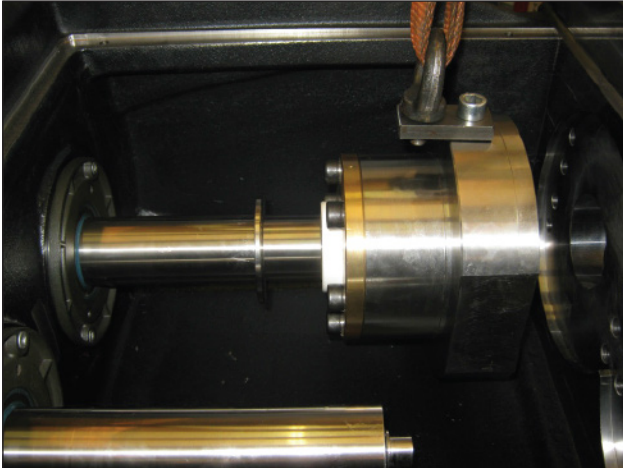
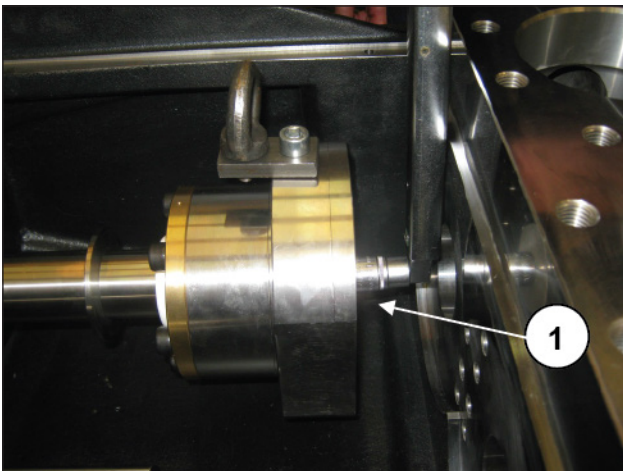

Fig. 235
Fig. 236
Levante o suporte completo e o insira no cárter dianteiro dentro do cabeçote, antes do reposicionamento da haste da guia do pistão no ponto morto inferior (Fig. 235), e fixe o pistão na haste (pos. ①, Fig. 236) calibrando os parafusos com chave dinamométrica, conforme indicado no parágrafo 3.